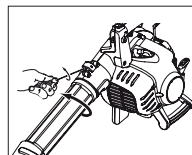

Fig. 03
4. Puxe o tubo superior da saída do soprador [Fig. 03].